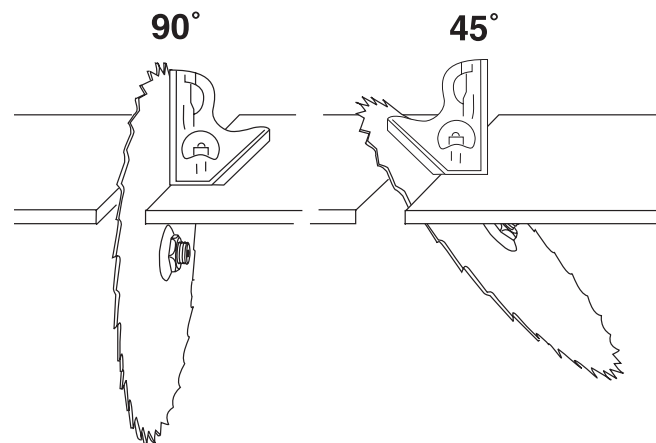

FIG. 8
3. Place a combination square on the table and against the blade to determine if the blade is at a 90° angle to the table (Fig. 8).
3. Place a combination square on the table and against the blade to determine if the blade is at a 45° angle to the table (Fig. 8).
3. Placez une équerre combinée sur la table et contre la lame afin de déterminer si la lame est à un angle de 90° par rapport à la table (Fig. 8).
3. Placez une équerre combinée sur la table et contre la lame afin de déterminer si la lame est à un angle de 45° par rapport à la table (Fig. 8).
3. Coloque una escuadra de combinación sobre la mesa y contra la hoja para determinar si la hoja está a un ángulo de 90° respecto a la mesa (Fig. 8).
3. Coloque una escuadra de combinación sobre la mesa y contra la hoja para determinar si la hoja está a un ángulo de 45° respecto a la mesa (Fig. 8).